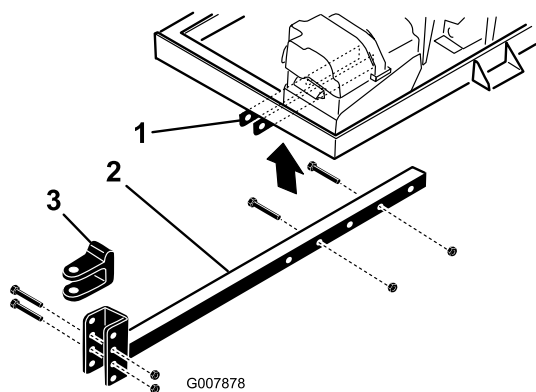

Figura 8
2. Introduza o tubo de engate nos suportes do chassis (Figura 8). Fixe o tudo ao chassis com 2 parafusos (3/8 x 3 pol.) e porcas flangeadas (3/8 polegada).
- Retire os parafusos e as porcas que fixam a forquilha de engate (Figura 8) ao tubo de engate.
- Retire os parafusos e as porcas que fixam o tubo de engate aos suportes do chassis (Figura 8).